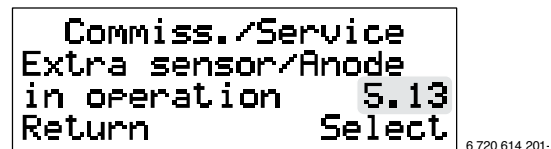

Рисунок 95
- Нажать кнопку **Confirm (Подтвердить)**. Кратковременно показывается надпись **Confirming... (Подтверждение...)** и впоследствии подменю 5.13 (→ рисунок 95).